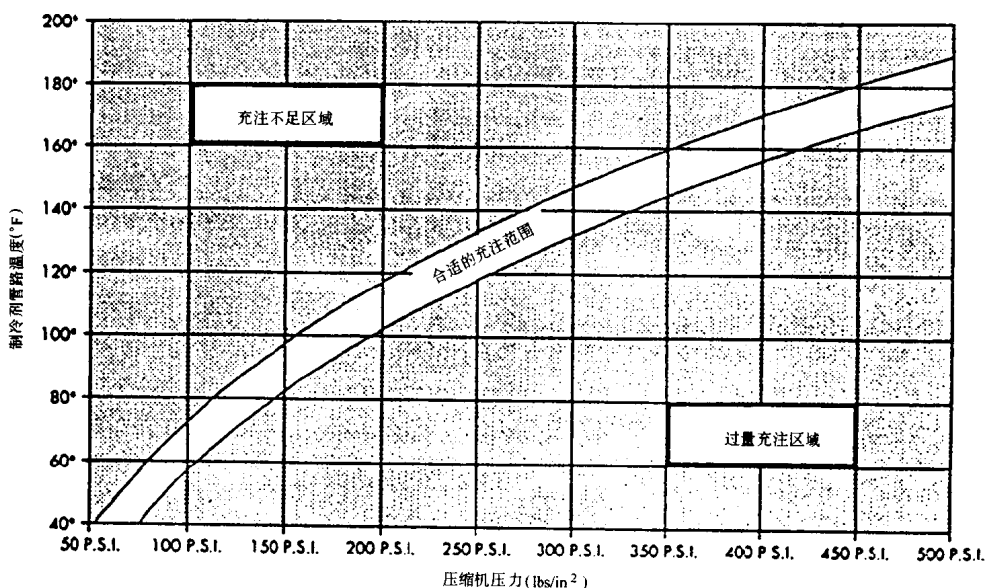

图 1-15 充注测定图（卷云、和谐、无畏、LHS、纽约人、层云和梦幻车型）
- 4) 对于除了彩虹以外的其它车型，观察系统排空过程中的压力变化，以及制冷剂管路的温度。然后参考充注测定图（见图 1-15 所示），确定系统合适的充注范围。